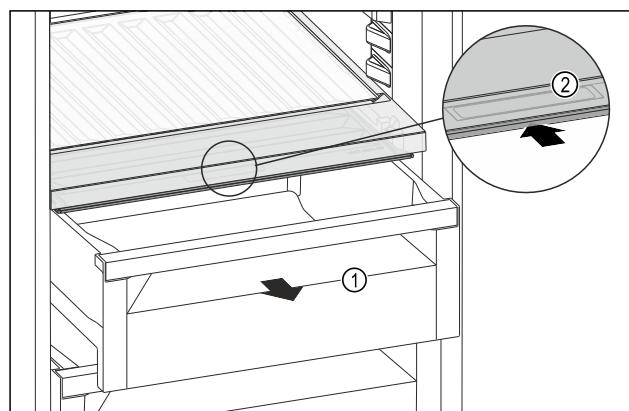

Fig. 148
- Schubfach Fig. 148 (1) herausziehen.
- Griffmulde Fig. 148 (2) am Fachdeckel anfassen und Fachdeckel gleichzeitig nach hinten schieben.